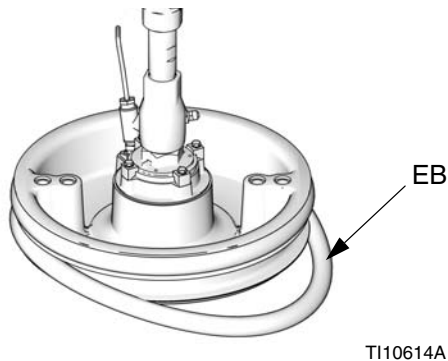

FIG. 16
1. Usando una herramienta de madera o de plástico para evitar dañar el rascador (EB), elimine la suciedad de las ranuras del sello.
2. *Trabajando desde debajo*, incline un rascador (EB) por encima de la trasera del plato seguidor. Vea FIG. 16.
3. Inserte el rascador (EB) en la ranura superior y haga entrar la parte delantera del rascador en la ranura.
4. *Sólo rascador de 55 galones:* Inserte el segundo rascador (EB) en la ranura inferior y haga entrar la parte delantera del rascador en la ranura.